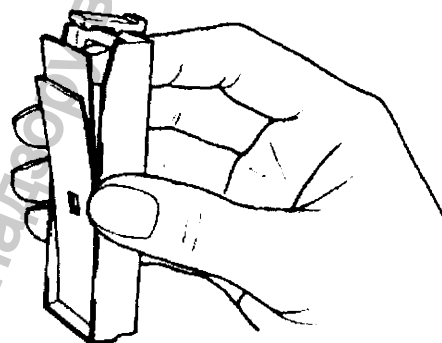

Figure 3-8
4. Удалите стеклянную пластинку: надавите на нее через отверстие на задней стороне держателя. Смотри Рисунок 3-8.